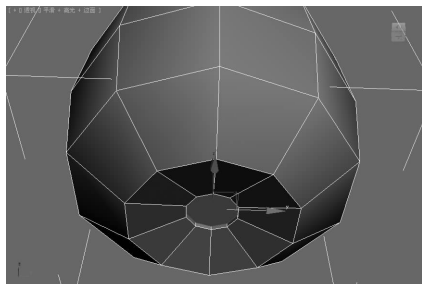

图 5-106 倒角并挤出多边形 ▲
(2)在“编辑多边形”卷展栏中单击“倒角”按钮右边的  按钮,弹出“倒角多边形”对话框,设置“高度”为-1,“轮廓量”为-3.8,单击“确定”按钮。继续单击“挤出”按钮右边的  按钮,在弹出的“挤出多边形”对话框中设置“挤出高度”为-0.3,单击“确定”按钮,得到如图 5-106 所示的效果。